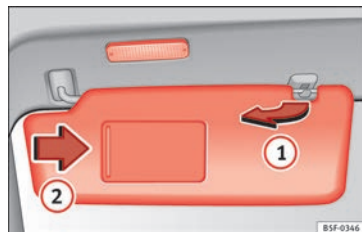

Fig. 142 Parasol.
- El parasol puede extraerse de la fijación y girarse hacia la puerta » **fig. 142 ①**.
En el parasol plegado hay un espejo de cortesía, cubierto por una tapa. Al correr la tapa » **fig. 142 ②** se enciende una luz.